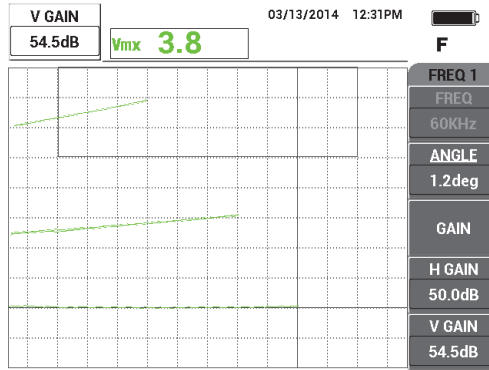

Figura 5-81 Ajuste do ganho vertical
10. Pressione a tecla **GAIN (dB)** três vezes para acessar o parâmetro **V GAIN** e, em seguida, aumente o ganho vertical até o sinal superior atingir 90% da altura da tela (veja Figura 5-81 na página 189).